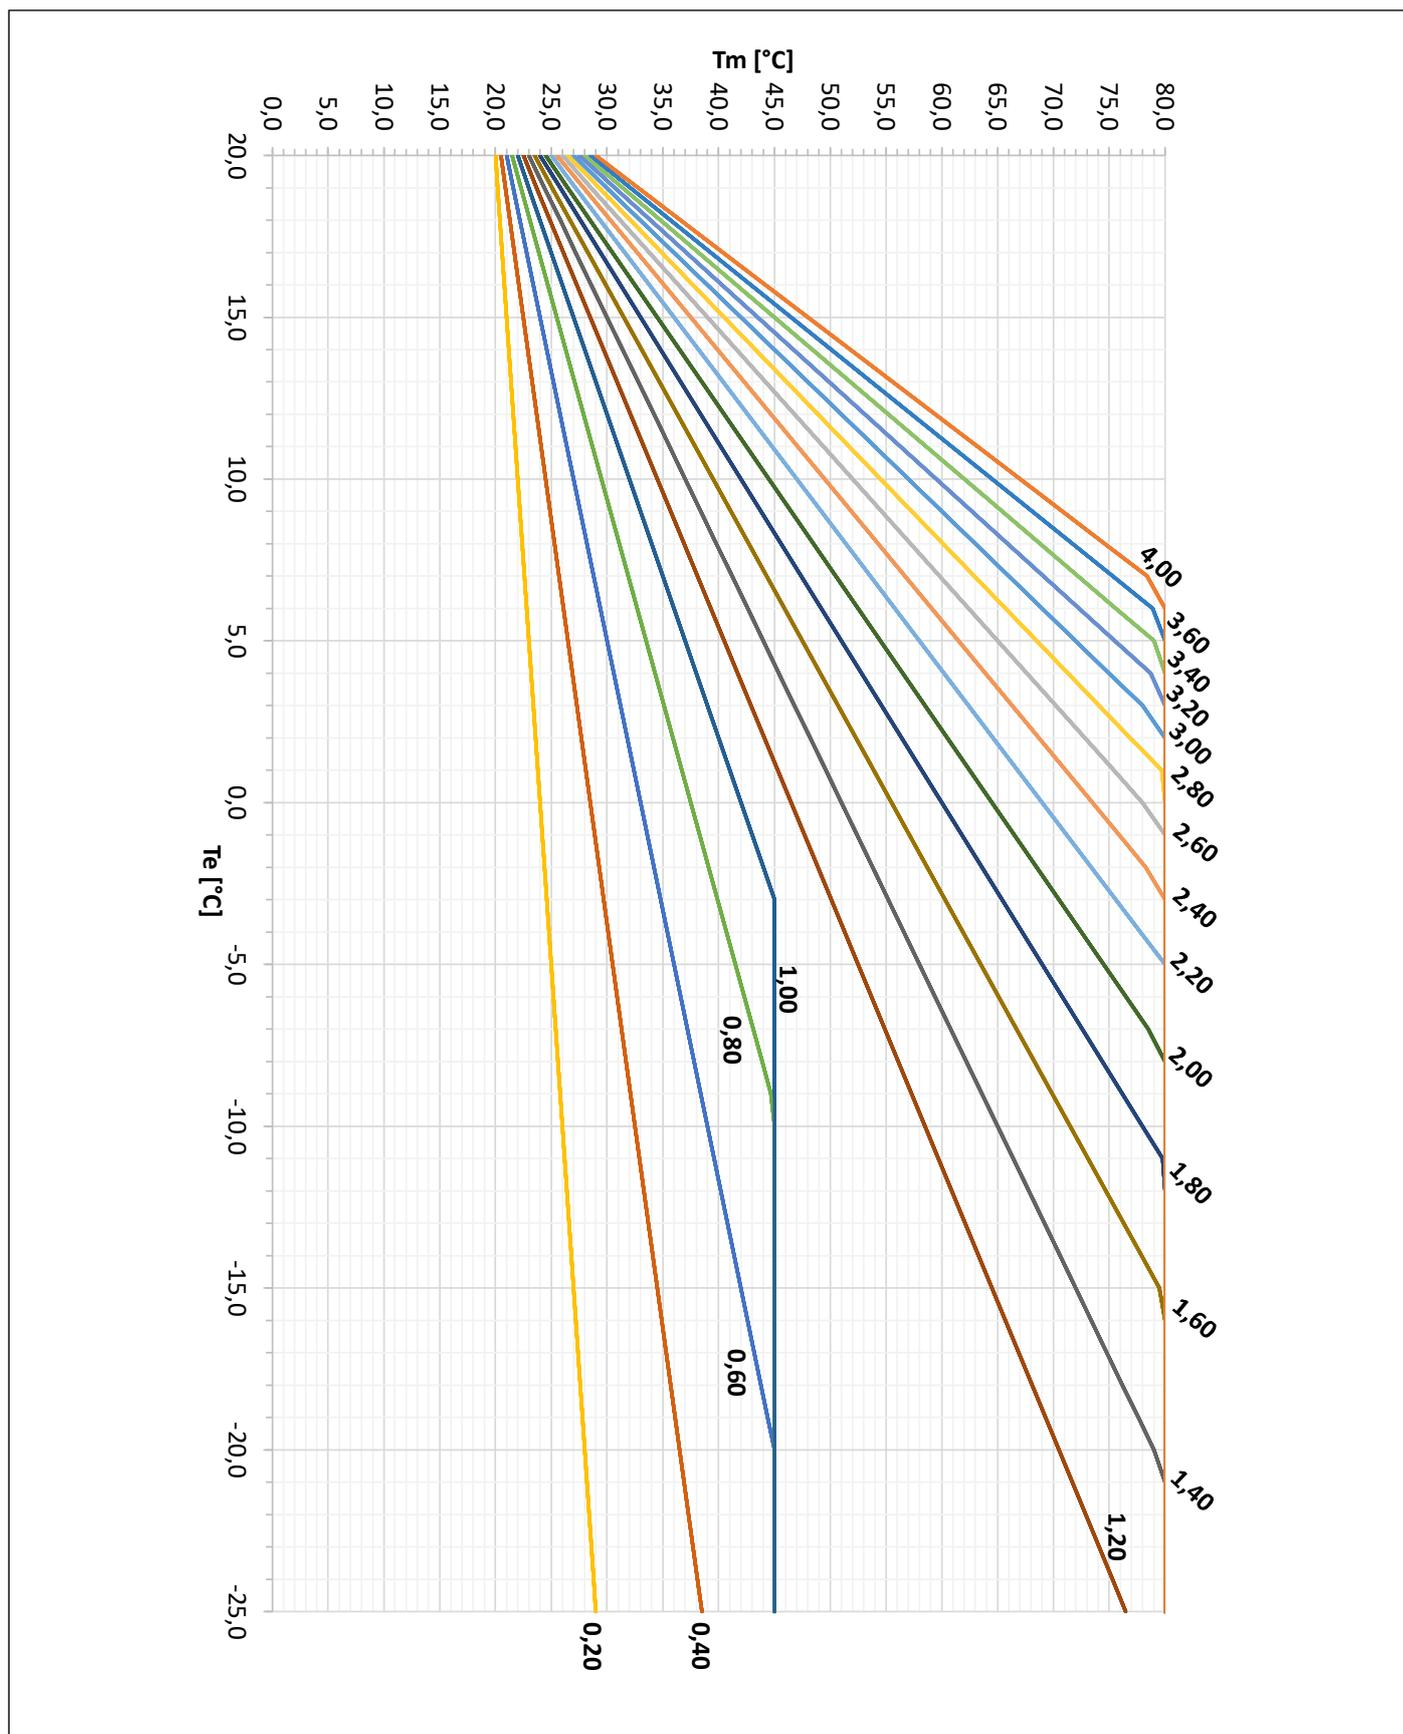

Fig. 10 Curve regolazione climatica
1. Scegliere la curva climatica tra le disponibili (da 0.00 a 4.00) in base ai dati di progetto (temperatura esterna e temperatura di mandata di progetto, dipendenti anche dalle caratteristiche dell'edificio) (vedere Fig. 10 Curve regolazione climatica a pagina 31 e Tab. 1 Valori curve climatiche a pagina 32).
- La curva climatica identificata dalla Fig. 10 Curve regolazione climatica e Tab. 1 Valori curve climatiche è la curva 1.60 (corrisponde al punto di lavoro massimo richiesto).